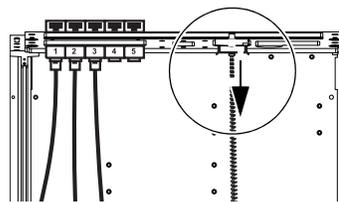

Figura 9. Juego de cables de alimentación (desconectar antes de instalar el conmutador Ethernet)
- Si fuera necesario, desconecta el conector de alimentación del puerto terminal en el interior de la placa de unión posterior (consulta Figura 9).